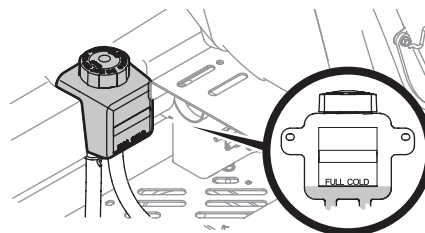

Figure 40
1. Pivotez le siège du conducteur vers l'avant et nettoyez le bouchon du réservoir et la zone autour du bouchon pour éviter que des débris ne contaminent l'huile de transmission (Figure 40).
2. Tournez le bouchon du réservoir dans le sens antihoraire pour le retirer, puis vérifiez le niveau d'huile dans le réservoir. L'huile doit être visible au fond de la coupelle, mais le niveau d'huile ne doit PAS être supérieur à la ligne « FULL COLD » (Figure 40). **NE REMPLISSEZ PAS LE RÉSERVOIR.**